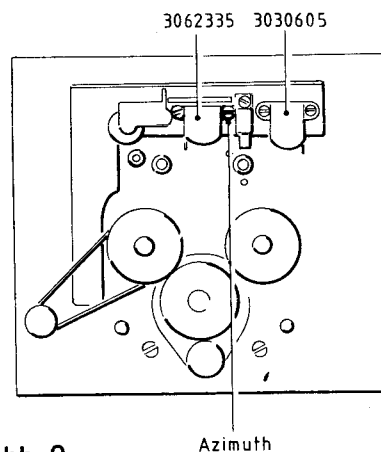

Abb. 9
Bei allmählich schlechter werdenden Löscheigenschaften ist im allgemeinen ein Austausch des Löschkopfes (3030605, Abb. 9) erforderlich.
Sollten Pegelverluste bei hohen Frequenzen gemerkt werden, sind zunächst die Abgleich- und Prüfvorgänge unter den Punkten 9, 10 und 13 durchzuführen. Lassen sich die Datenangaben nicht erzielen, ist der Tonkopf (3062335, Abb. 9) folgendermaßen auszutauschen:
- c) Bei laufender Cassette (PLAY) rechte Befestigungsschraube des Tonkopfes (Abb. 9) für maximale Ausgangsspannung und Phasengleichheit beider Kanäle einstellen. Achtung: Nebenmaxima vermeiden!
- c) 333 Hz Sinuston einspeisen, an MP 1(L) und MP 2(R) den Spannungspegel auf -30 dBm (ca. 25 mV) mit dem Speisegenerator oder den Reglern INPUT einstellen. Dieser Pegel wird für den gesamten Abgleichvorgang beibehalten.
- d) 14 KHz Sinuston einspeisen, an MP 3(L) und MP 4(R) mit R 111(L) und R 112(R) den Spannungspegel auf -30 dBm einstellen.
- e) Auf 333 Hz zurückschalten, an MP 3 und MP 4 mit R 107(L) und R 108(R) den Spannungspegel auf -30 dBm einstellen.
- f) Punkte d und e wiederholen, um Pegelunterschiede zwischen 333 Hz und 14 KHz auszugleichen und dadurch einen linearen Frequenzgang zu erlangen. Läßt sich eine ausreichend lineare Wiedergabe bei hohen Frequenzen nicht erreichen, ist der Zustand des Tonkopfes (3062335, Abb. 9) zu überprüfen und ggf. gemäß Punkt 8 zu ersetzen.